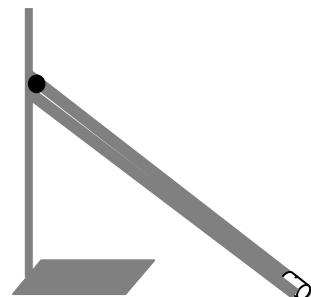

рис.1
3. Зарисуйте схему опыта (рис.1).